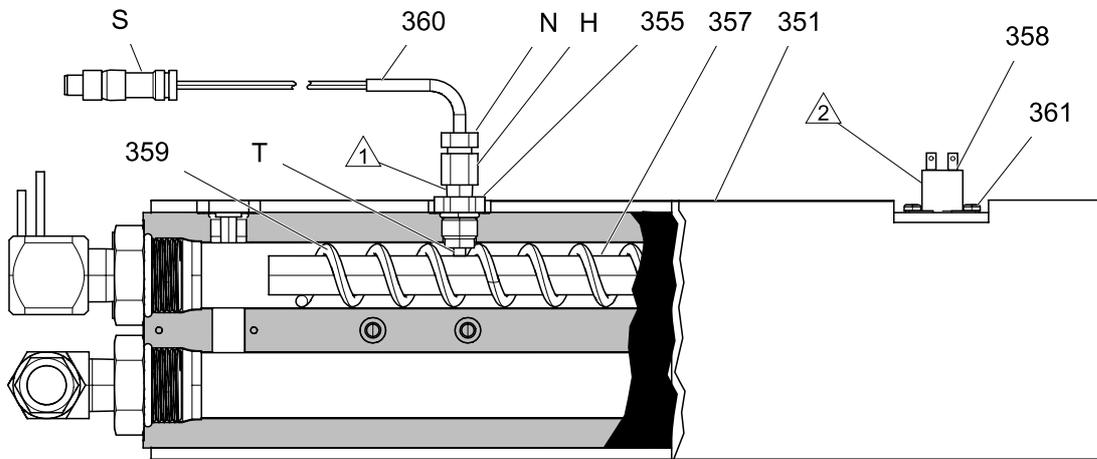

Figure 25
16. Um das Heizelement auszubauen, entfernen Sie zuerst das RTD (360), um Schäden zu vermeiden. Siehe Schritt 7, RTD auswechseln., page 84.
17. Das Heizelement (357) aus dem Gehäuse (351) entnehmen. Darauf achten, dass keine im Gehäuse verbliebene Flüssigkeit verschüttet wird. Siehe Abb. 25.
19. Neues Heizelement (307) einbauen und dabei den Mixer (309) so halten, dass er die Öffnung des Thermoelements (P) nicht blockiert.
20. Das Widerstandsthermometer (360) wieder einbauen, . RTD auswechseln., page 84